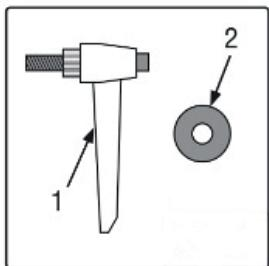

Рис. 4.
1. Соберите стопорный рычаг в сборе (рис. 4 – 1) и шайбу (рис.4 – 2).